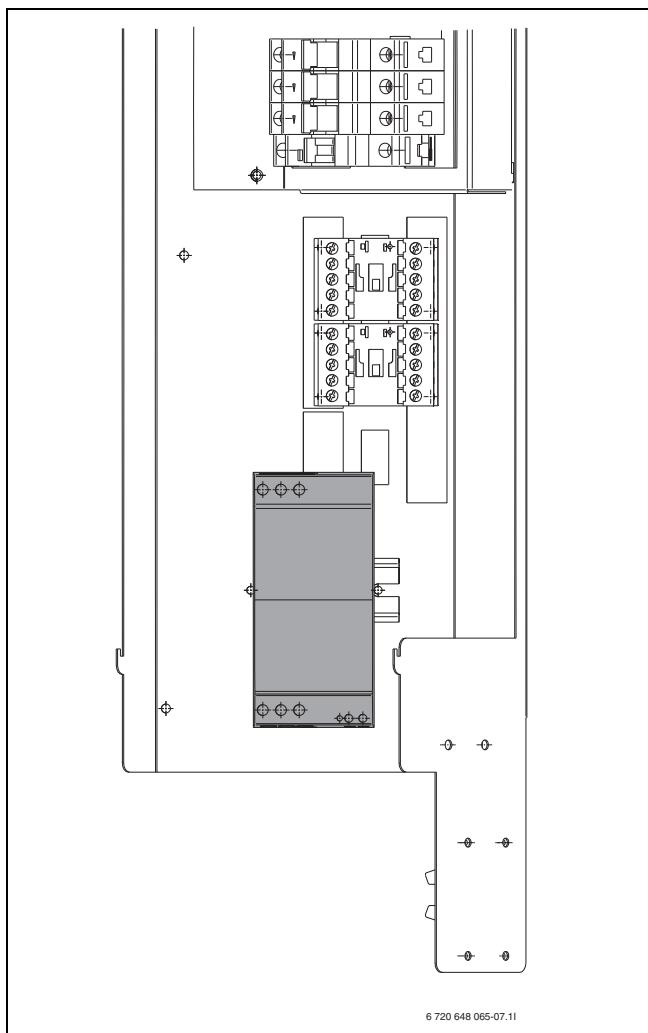

Рис. 32 Устройство плавного пуска установлено
2. Снимите пускателю и смонтируйте устройство плавного пуска (УПП) (→ Рис. 32). Подключите к УПП кабели, которые раньше были подключены к пускателю.